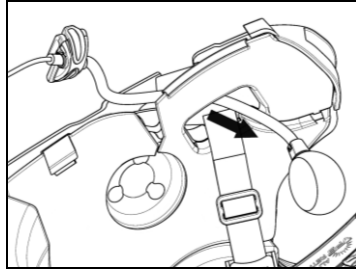
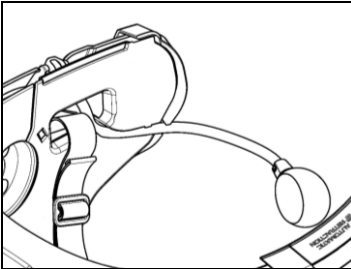

Abb. 12
Abb. 13
- Führen Sie das Mikrophon ins Innere der Öse (Abb. 12) und bringen Sie es im eigens dafür vorgesehenen ausgesparten Bereich an, indem Sie den Mikrofonarm in die am Rahmen für die Befestigung des Kinnbügels vorhandene Rille einführen (Abb. 13).